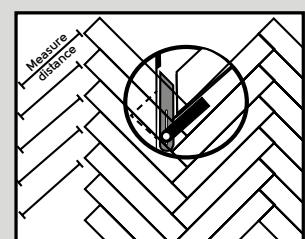

Figure. 9
- La coupe et la pose des lames contre les murs se font comme suit : mesurez et marquez les lames comme indiqué sur le schéma. L'angle du mur peut être déterminé à l'aide d'un viseur d'angle (voir ci-dessous) (Figure 9).